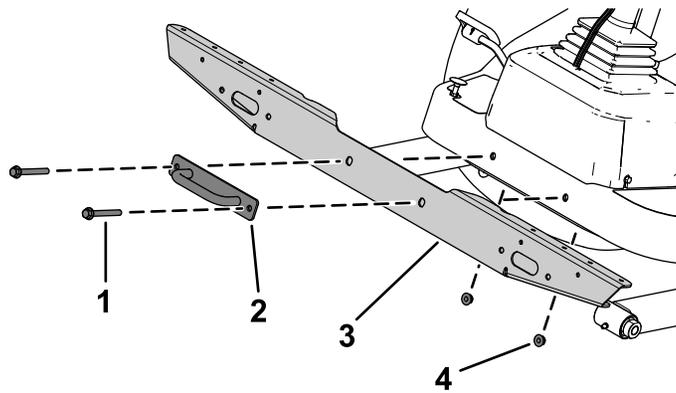

Figura 18
- 2. Fissate il supporto trasversale dei fari sulla piastrina con i bulloni, i dadi e la staffa di ancoraggio precedentemente rimossi (Figura 18).